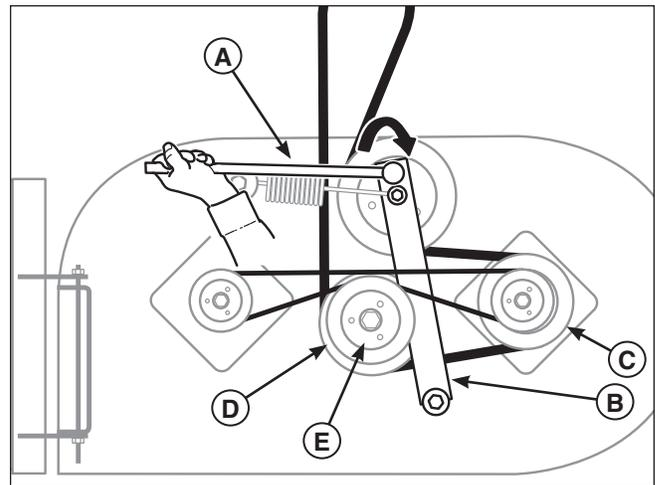

Figura 33. Retire la correa del cortacésped
3. Con una barra rompedora de 1/2" (**A, Figura 33**), coloque el extremo cuadrado en el orificio cuadrado que se encuentra en el extremo del brazo secundario libre (**B**). Gire cuidadosamente la barra rompedora **en el sentido de las agujas del reloj**, lo que liberará la tensión en la correa ejercida desde el brazo secundario libre.